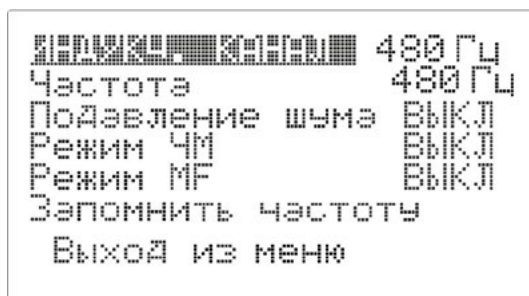

Рисунок 6
- 4.6.5. Для задания необходимых параметров каналов «480», «1К», «10К» войти в экран меню — левый энкодер — вращение по часовой стрелке с одновременным нажатием. Экран меню **Рис. 6**.